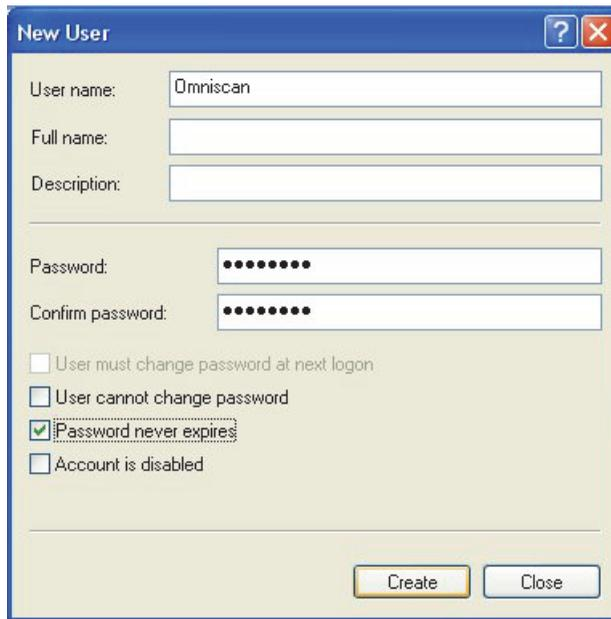

Abbildung 7-12 Dialogfeld Neuer Benutzer (Windows XP)
5. Geben Sie im Dialogfeld **Neuer Benutzer** in das Textfeld **Benutzername** das Wort **Omniscan** ein. Beachten Sie dabei die Groß- und Kleinschreibung (siehe Abbildung 7-12 auf Seite 226).